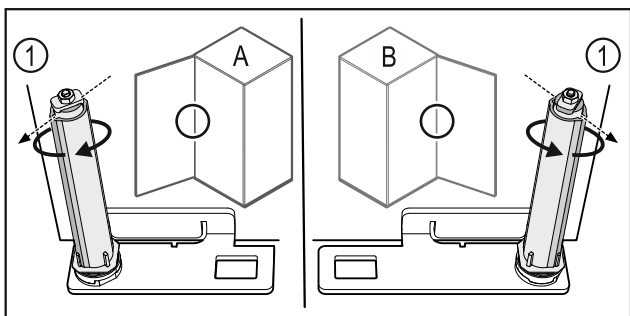

Fig. 55 Venstreanslag (A) / Højreanslag (B)
- ▶ Drej lukkesystemet mod modstanden, indtil lukkesystemets forbindelsesdel Fig. 55 (1) peger udad.